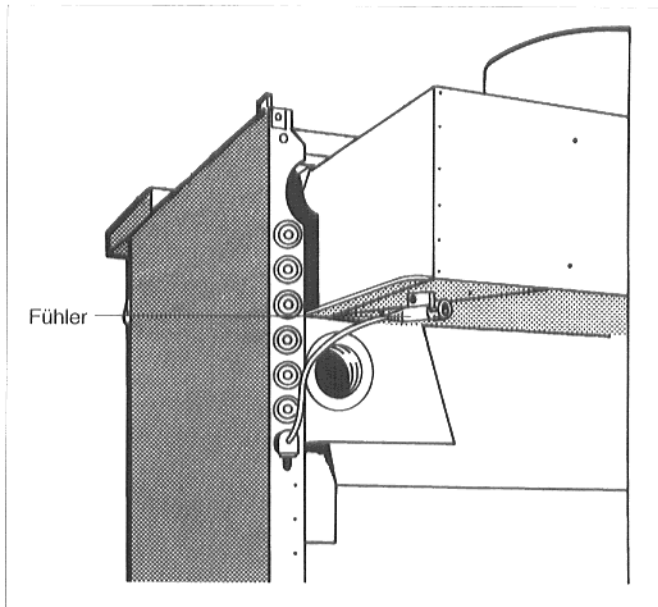

Abb. 14: Fühler Abgasüberwachung
- Abgastemperaturfühler von der Strömungssicherung abschrauben (Abb. 14).